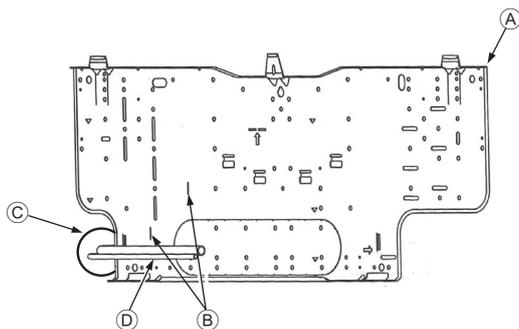

Fig. 3-5
- ⓓ Tornillos de fijación (4 × 35 mm, 1-3/8 inch) ②
- ⓓ Placa de montaje ①
3.3. Cuando coloque los tubos en la pared (Fig. 3-5)
- ▲ Placa de montaje ①